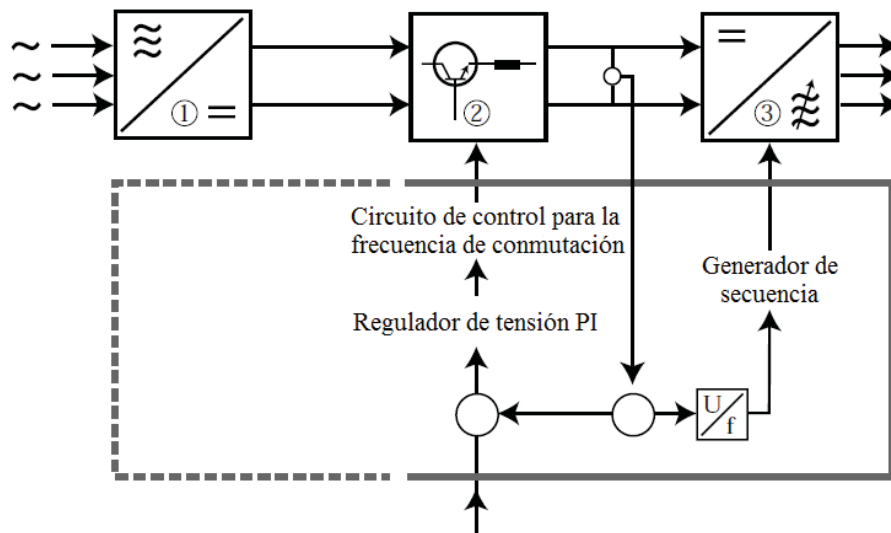

Figura A.14 Principio de un circuito de control.
La figura A.14 muestra un convertidor de frecuencia controlado por modulación de amplitud de pulso, o PAM, con interruptor de circuito intermedio. El circuito de control controla al chopper (2) y al inversor (3).